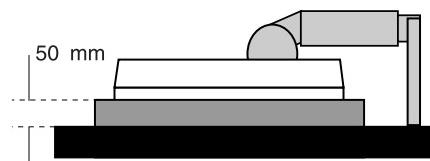

Figura S.1
3. Coloque el monitor hacia abajo sobre una superficie no abrasiva (sítue la pantalla sobre una plataforma de 50 mm para que el soporte quede paralelo a la superficie.) (**Figura S.1**).